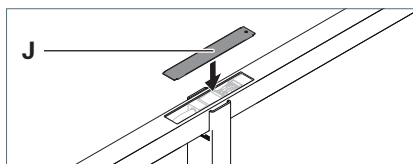

Fig. 4: Montaggio della copertura sul tubo di supporto.
- Spingere la copertura **J** verticalmente nella fessura nel tubo di supporto, vedi Fig. 4.